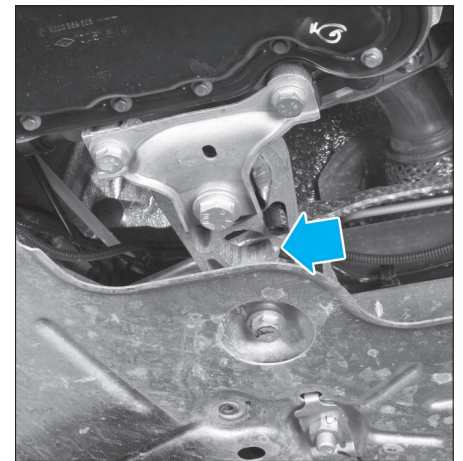

FIG. 6
- Déposer la biellette de reprise de couple (fig. 6).